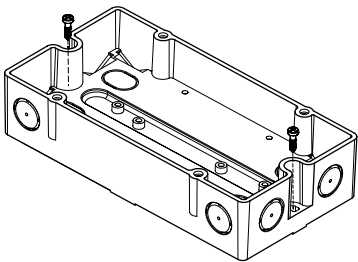

Рис. 3
3. Для установки корпуса на ровную поверхность используйте два винта (рис. 3).